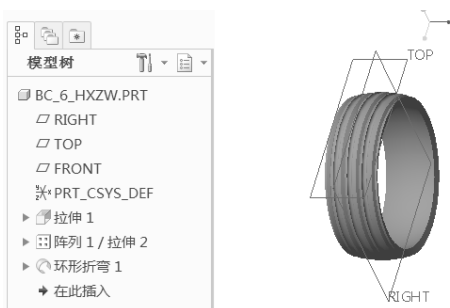

图 6-142 完成环形折弯特征
10) 在“环形折弯”选项卡中单击 (完成) 按钮, 完成的环形折弯特征如图 6-142 所示。